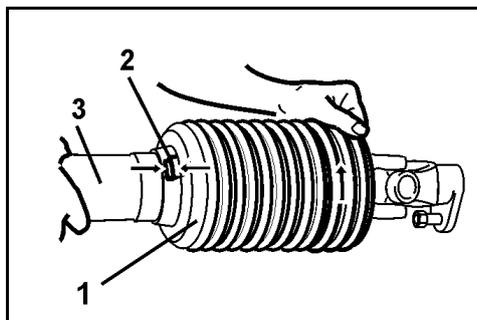

Fig. 53
9. Emmanchez le demi-tube de protection (Fig. 53/1).
10. Bloquez le bol de protection (Fig. 53/2) en le faisant pivoter.
11. Vissez la vis d'arrêt (Fig. 53/3).